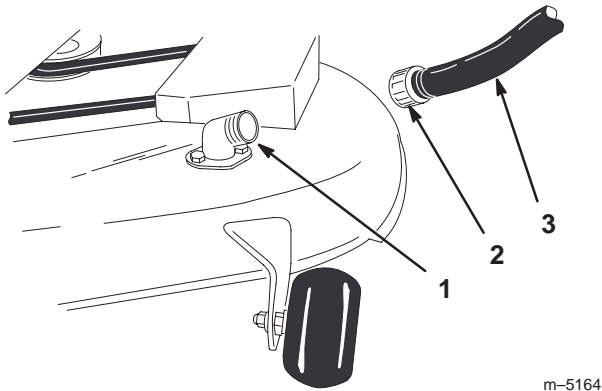

Figure 48
2. Vissez l'accouplement du tuyau à l'embout du raccord de rinçage du carter de tondeuse, et ouvrez l'eau en grand (Fig. 48).